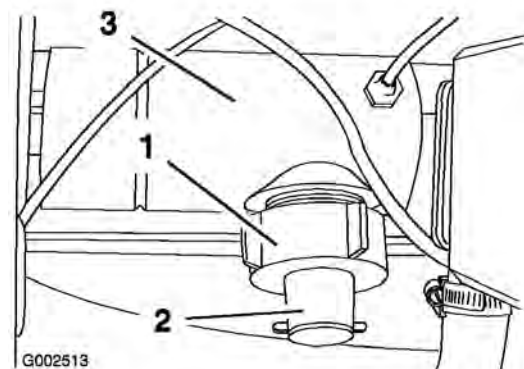

Bild 48
1. Entfernen Sie den Befestigungsdeckel vom Gehäuse des Durchflussmessers (Bild 48).